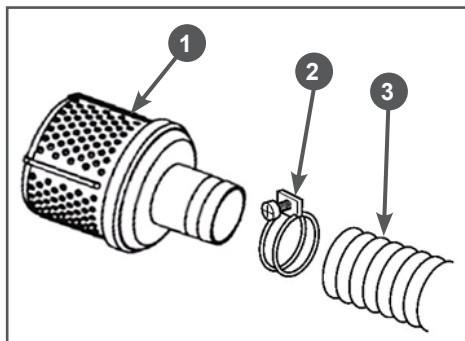

Рис. 9 Установка всасывающего фильтра
2. Наденьте до упора всасывающий рукав 3 на патрубок всасывающего фильтра 1 и затяните его хомутом 2 (Рис. 9).